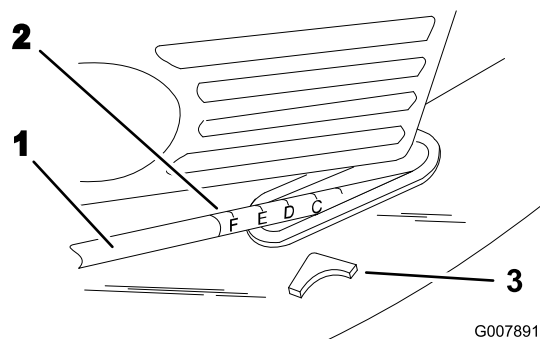

Bild 18
5. Heben Sie den Griff an oder drücken ihn nach unten. Verwenden Sie dabei den Zeiger und die Schnitthöheneinstellung am Verbindungsgestänge, um den Rasenmäher auf die korrekte Schnitthöhe einzustellen (Bild 18).